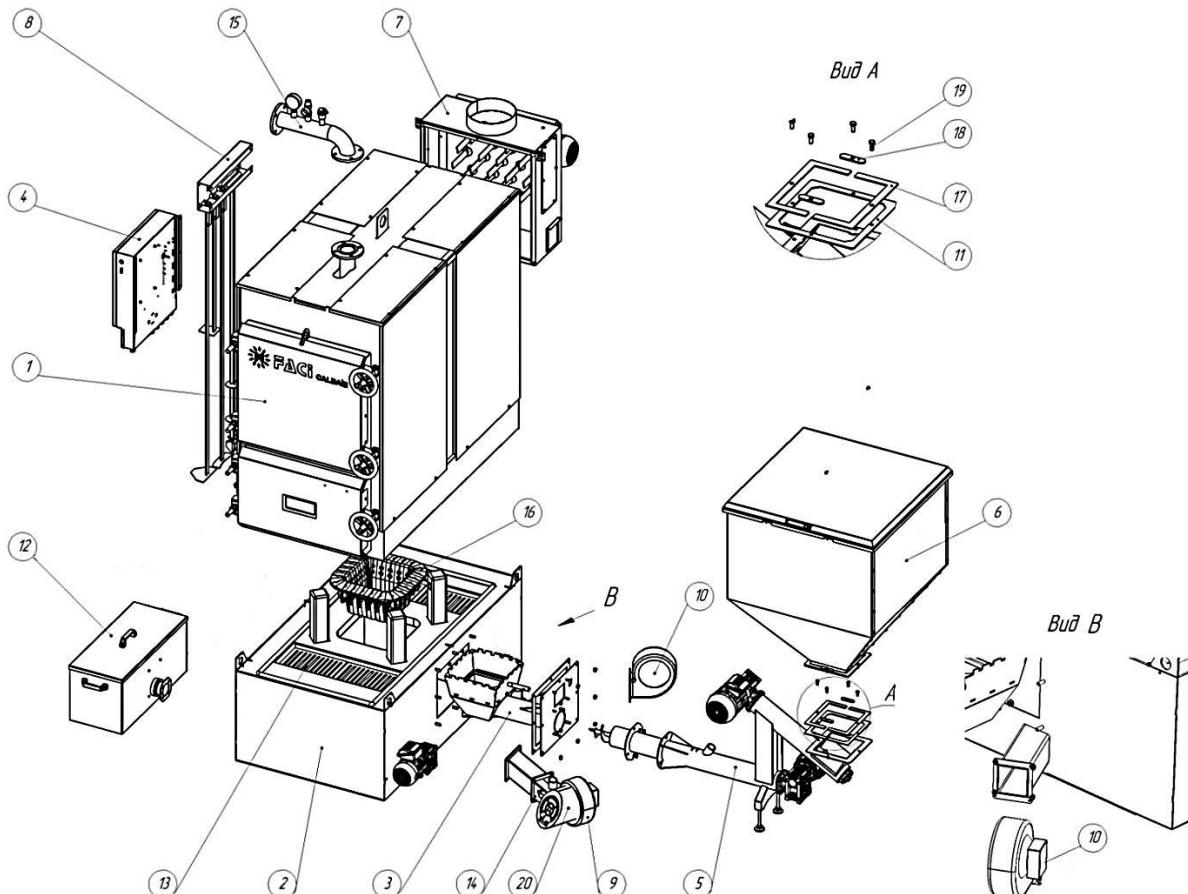

Рис. 4 6
Рис. 4а
- е) Автозолоудаление. (Конструктивные изменения, заказывается при приобретении котла). (поз 12 Рис 4б и поз. 11 Рис. 4а)